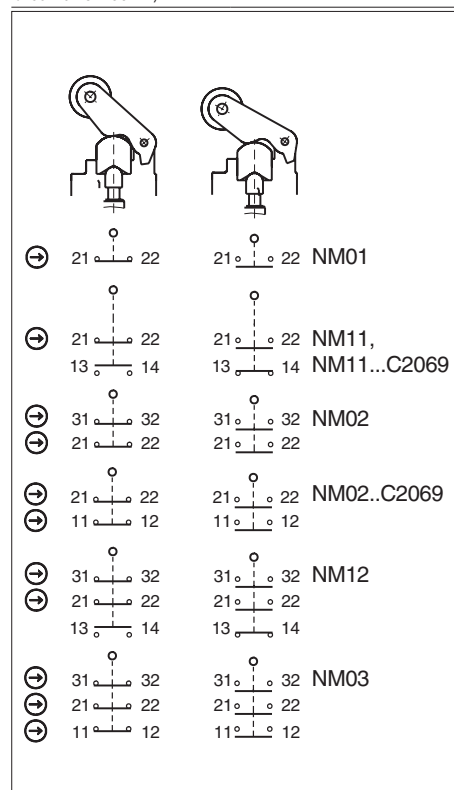

Fig. 3 : Éléments de commutation et fonctions de commutation
Utiliser au moins un contact \odot . Celui-ci signale la position du protecteur (affectation des contacts, voir Fig. 3).
3. Effectuer le raccordement et serrer les bornes au couple de 0,5 Nm (affectation des contacts, voir Fig. 3).